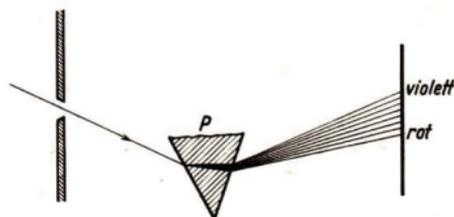

Abb. 212 Zerlegung des weißen Lichtes.
**1. Das Spektrum.** Jeder hat schon einmal einen Regenbogen am Himmel gesehen. Die gleiche Erscheinung kann man beim Rasensprengen im Sonnenlicht beobachten. Im Tautropfen kann man sie wahrnehmen. Versuche helfen uns, sie zu erklären. Ähnlich wie bei dem auf S. 112 beschriebenen Versuch, stellen wir im mäßig verdunkelten Raum unsere Papptafel mit dem waagerechten schmalen Spalt senkrecht auf den Tisch. Wir lassen Sonnenstrahlen durch den Spalt fallen, den wir mittels einer Sammellinse auf einen im Strahlengang befindlichen weißen Schirm abbilden: Wir erblicken ein weißes Bild des Spaltes. Bringen wir jetzt in den Strahlengang ein dreiseitiges *Glasprisma*, so werden die Strahlen nicht nur nach dem Brechungsgesetz (S. 120) aus ihrer geradlinigen Bahn abgelenkt oder *gebogen*, sondern statt des weißen Spaltbildes erscheint auf dem Schirm ein buntes Band von erheblich größerer Ausdehnung mit Farbübergängen von Rot bis Violett (Abb. 212). Ein solches Farbenband heißt *Spektrum*1). Die in ihm auftretenden Farben nennt man *Spektralfarben*. Da die Spektralfarben stufenlos ineinander übergehen, läßt sich für sie eine bestimmte Anzahl nicht angeben. Wir unterscheiden als auffallendste Farben: *Rot, Orange, Gelb, Grün, Blau, Indigo und Violett*.
2. Warum sieht man das Farbenspiel des Tautropfens nicht in jeder Stellung? Bezeichne Stellen des Prismas (Abb. 212), an denen du beim Durchsehen das Spektrum nicht erblickst!